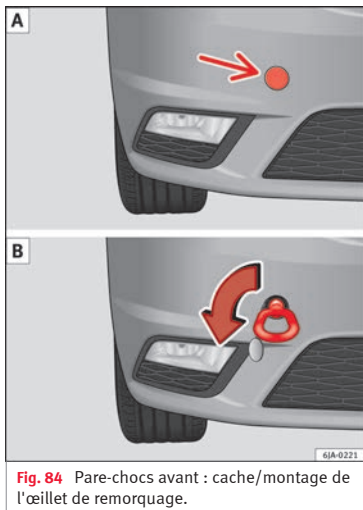

Fig. 84 Pare-chocs avant : cache/montage de l'œillet de remorquage.
- Appuyez sur la partie gauche du cache à l'endroit indiqué par la flèche »» fig. 84 [A].
- Vissez l'œillet de remorquage à la main en le tournant vers la gauche jusqu'en butée »» fig. 84 [B].